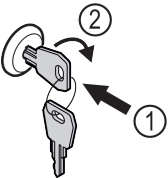

Fig. 140
- ▶ Вдавити ключ Fig. 140 (1).
- ▶ Повернути ключ на 90° за годинниковою стрілкою Fig. 140 (2).